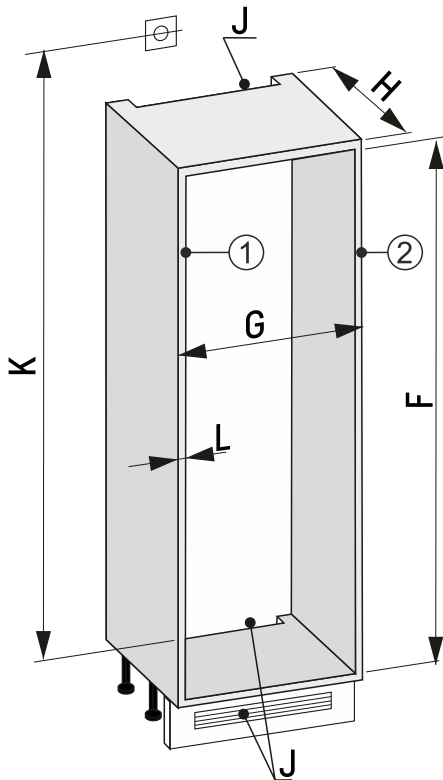

Fig. 88 Wnęka 30''
- Zmierzyć grubość ścianki mebla Fig. 88 (L).